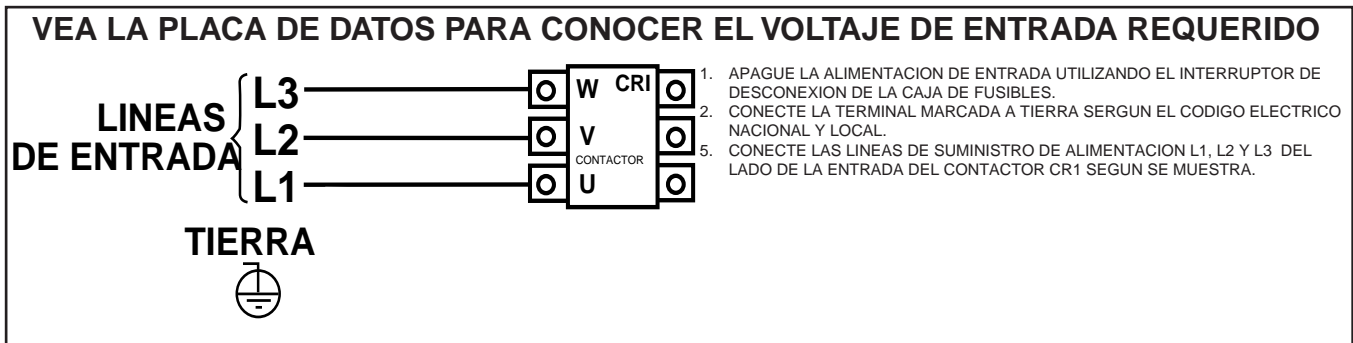

FIGURA A.7-Posiciones de la Placa del Panel de Reconexión para Máquinas de Voltaje Unico
4. Para Voltaje Unico, consulte la Figura A.7. (S17894)